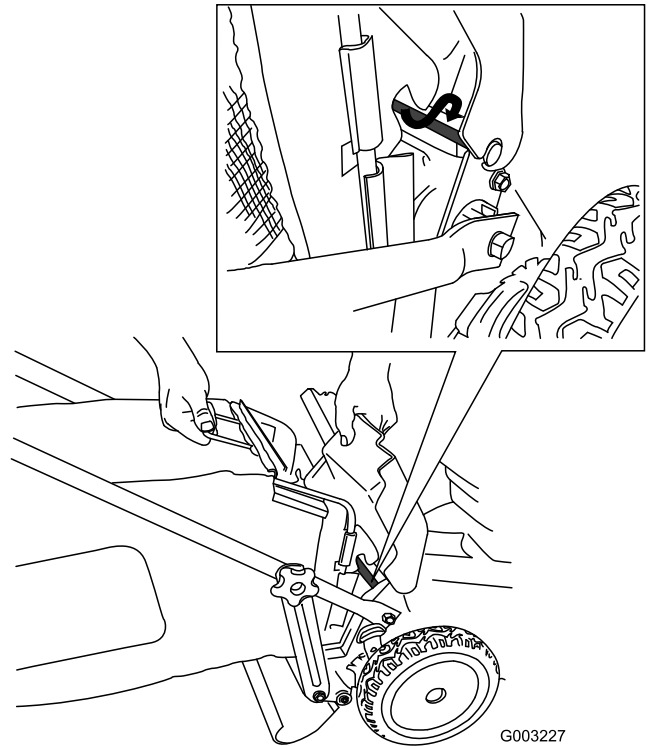

Bild 36
4. Setzen Sie den Korb auf die Klappenstange (Bild 36).